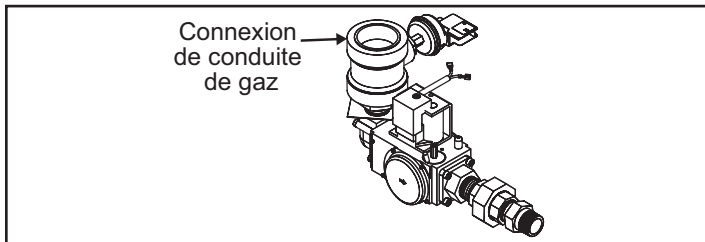

Figure 52. Raccordement de la conduite d'arrivée de gaz
1. Les chauffe-eau couverts par ce manuel sont expédiés de l'usine avec un raccord d'arrivée de gaz de 1-1/2 po. Voir *Table 1* (page 10). Raccorder la conduite de gaz à la vanne de gaz 24 V c.a. du chauffe-eau en conformité avec toutes les exigences des codes locaux et nationaux en vigueur. Voir *Figure 52* (page 40).